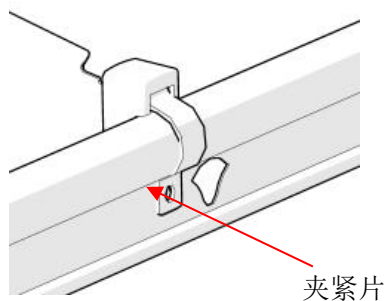

图 7
- a. 安装衣杆组件：拧出衣杆夹紧螺丝，双手托起固定衣杆，掀起衣杆夹紧片，将固定衣杆塞入，然后拧紧胶头螺丝。如图 7。